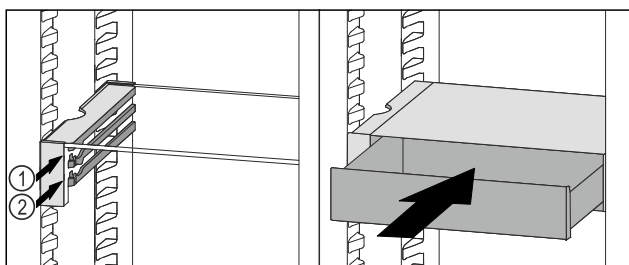

Fig. 53
- ▶ Sæt VarioSafe-skuffen ind bag stoppene på den ønskede ribbe Fig. 53 (1) eller Fig. 53 (2).